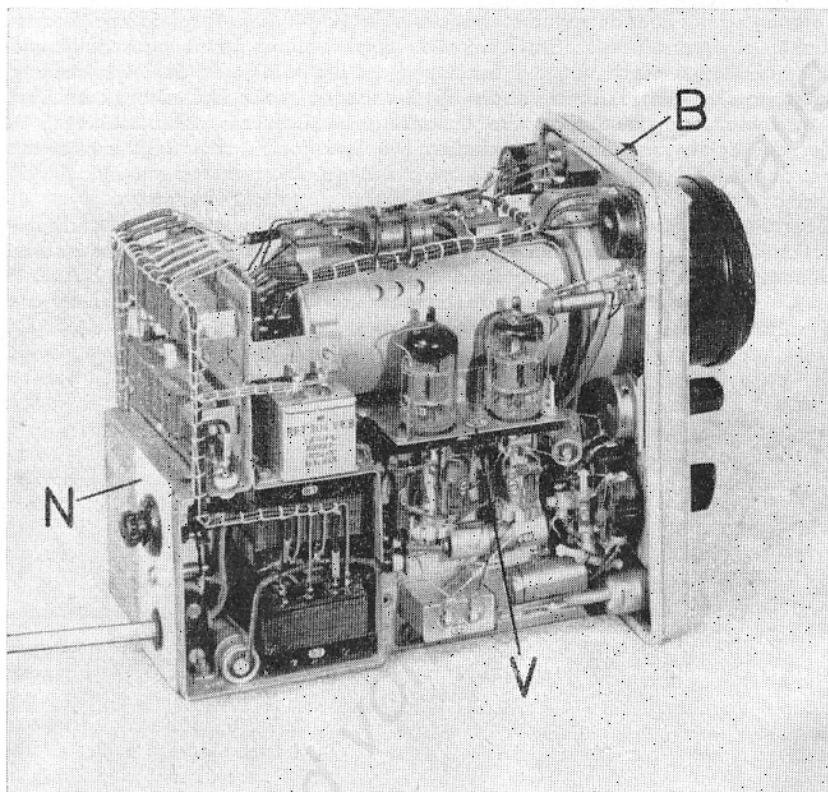

Abb. 2
1. Bedien- und Sichtteil, tragende Baugruppe (B, Abb. 2)
2. Netzteil (N, Abb. 2)
3. Vertikal-(Y-)Verstärker (V, Abb. 2)